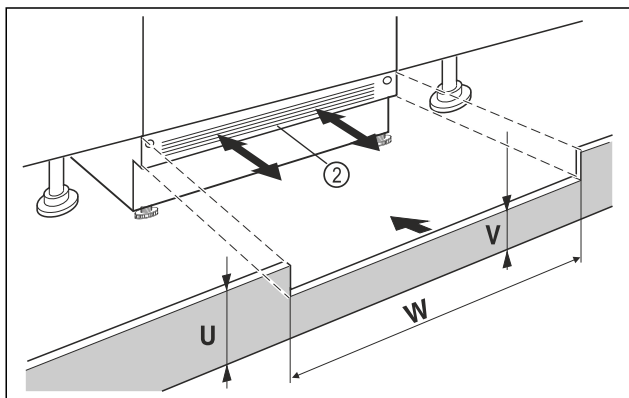

Fig. 88 Ilustrační zobrazení
- ▶ Nasadte krycí lištu spotřebiče Fig. 88 (2) ale ještě nepřipevňujte.
- ▶ U viditelné krycí lišty Fig. 88 (2) tuto lištu vytáhněte dopředu natolik, až jsou přední hrana větrací mřížky a nábytkové krycí lišty zarovnané.
- ▶ Při zakryté krycí liště Fig. 88 (2) tuto lištu zasuňte úplně dozadu.
- ▶ Dbejte a zcela volné větrací štěrby: V případě potřeby přirízněte krycí lištu nábytku Fig. 88 (U) na potřebnou výšku!
- ▷ Podél šířky výklenku Fig. 88 (W) přizpůsobte výšku můstku Fig. 88 (V) pod krycí lištou spotřebiče Fig. 88 (2).